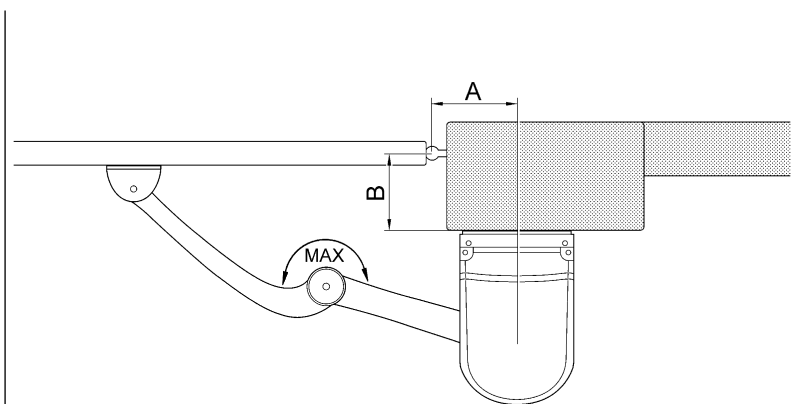

Abb. 5
2.3) Befestigung (Abb. 5)
Den 90° Winkel an der Stelle, die so weit wie möglich vom Pfosten entfernt ist, am Tor befestigen, hierzu die Arme so weit wie möglich ausdehnen (**Abb. 5**). Der Winkel wird durch Schweißen oder mit für das Torflügelmaterial geeigneten Schrauben am Tor befestigt.